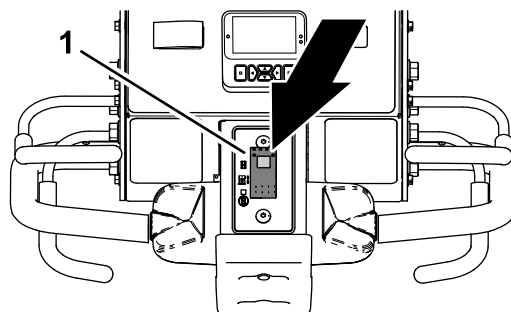

Figura 82
1. Premete la parte superiore dell'interruttore per il controllo dell'abbassamento (Figura 82) selezionando ABBASSAMENTO RITARDATO.